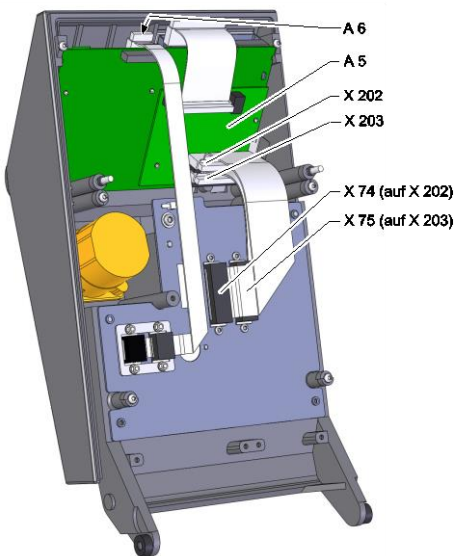

Abb. 1: Schnittstellenblech
- Alle Steckverbindungen wieder anschliessen (→ Abb. 1).